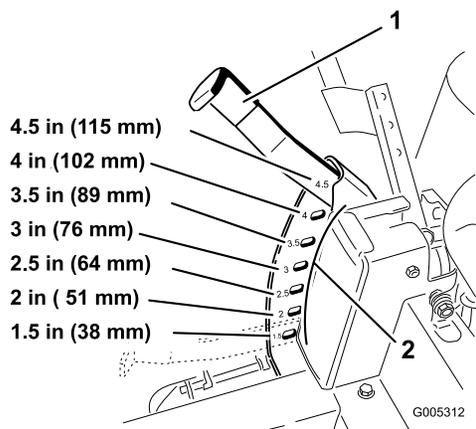

Figura 15
3. Levante la palanca de ajuste de la altura de corte a la posición de transporte, es decir, la posición de altura de corte 4.5 (que es también la posición de altura de corte de 115 mm [4-1/2 pulgadas] (Figura 15).